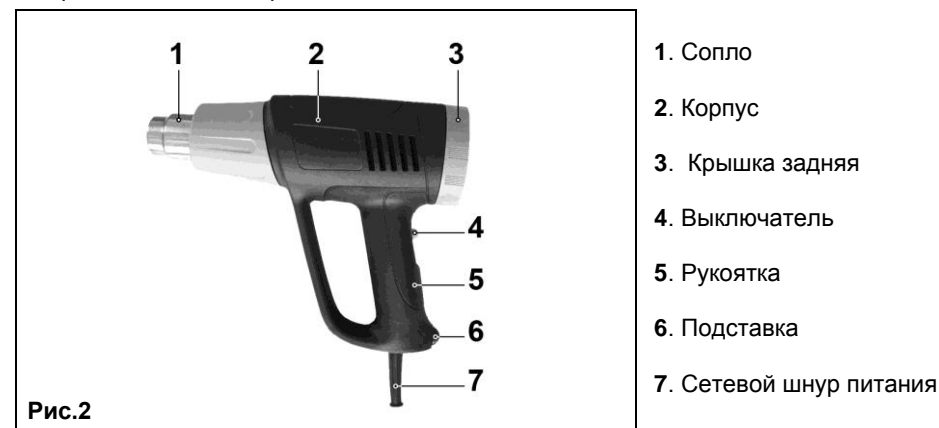

Рис.2
7.3. Установка сменных насадок на сопло. (Рис.2)
Устройство машины представлено на Рис. 2.